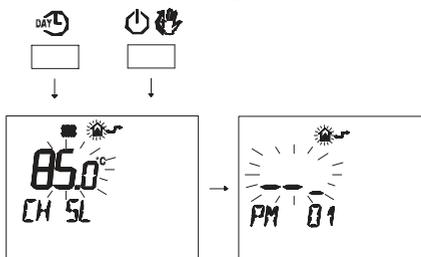

Figura 5.56
- Pulse simultáneamente los botones **DAY** y **ON/OFF** para entrar en la modalidad de programación transparente (Figura 5.56).